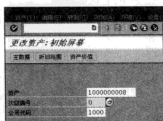

图 15-13 “更改资产: 初始屏幕”界面
STEP 1 在命令栏中输入“AS02”命令, 进入“更改资产: 初始屏幕”界面, 如图 15-13 所示。